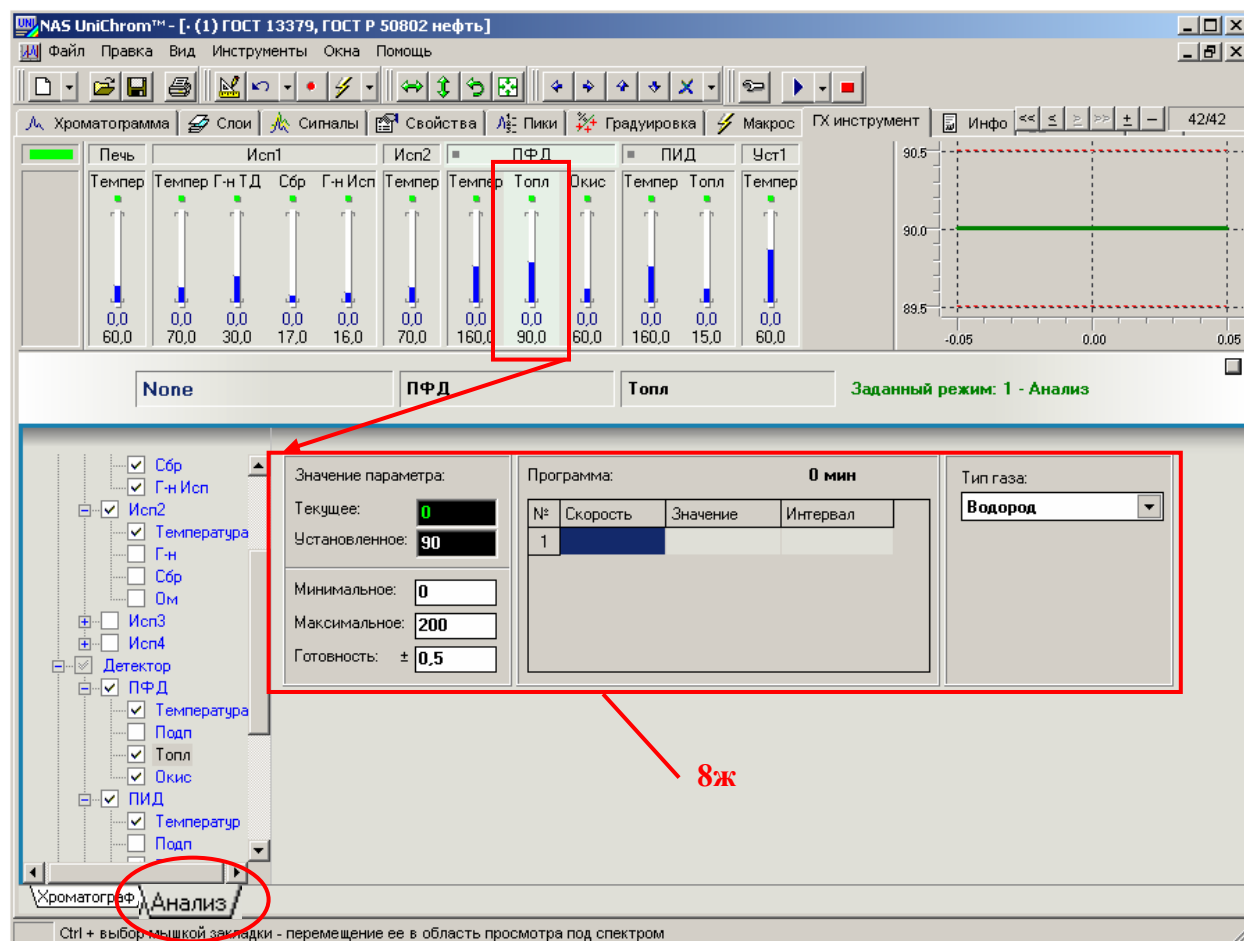

Рис. 16. Установка расхода водорода в горелке детектора ПФД.
- Подведите курсор мыши в область «рисованного» регулятора «Топл» в зоне детектора ПФД (см. Рис. 16).
- Подведите курсор мыши в область «рисованного» регулятора «**Окис**» в зоне детектора ПФД (см. Рис. 16).